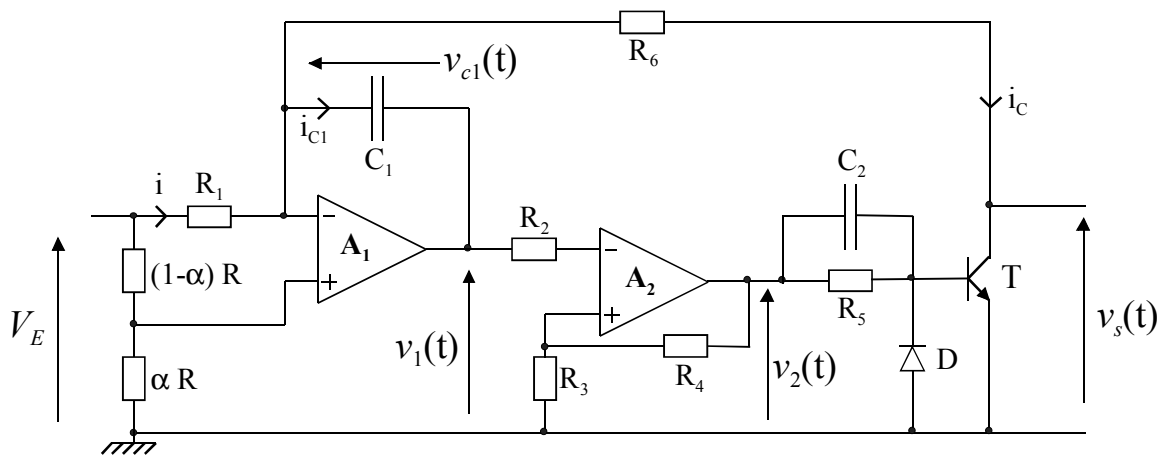

Figure 1. Schéma de l'OCT à amplificateurs opérationnels.
Le montage de la figure 1 représente un OCT à amplificateurs opérationnels (AOP). Les deux AOP, notés  $A_1$  et  $A_2$ , sont considérés comme parfaits. Ils sont alimentés symétriquement à l'aide de deux alimentations continues fournissant  $\pm 15V$  ( $V_{CC} = 15V$ ). Les niveaux de saturation (par valeurs positive et négative) en sortie des AOP sont symétriques :  $V_{sat}^+ = -V_{sat}^- = V_{sat} = 13,5V$ . La tension d'entrée  $V_E$  est continue et est comprise entre  $0V$  et  $V_{CC}$ . On supposera que la tension de saturation du transistor bipolaire T est nulle ( $V_{CEsat} = 0V$ ).
- Partie 1 : le circuit d'entrée de la Figure 1 (question 1),
### **Partie 1 : Etude du circuit d'entrée de la Figure 1**
### **Partie 3 : Etude du montage complet (Figure 1)**
Les questions 7 à 10 ont permis d'analyser, pas à pas, le fonctionnement du montage de la figure 1. Les questions suivantes ont pour objectifs de déterminer les performances de ce montage. Désormais ce dernier est supposé fonctionner en *régime établi*.
- Parmi ces défauts, quel est celui qui impacte le plus le fonctionnement du montage de la figure 1.